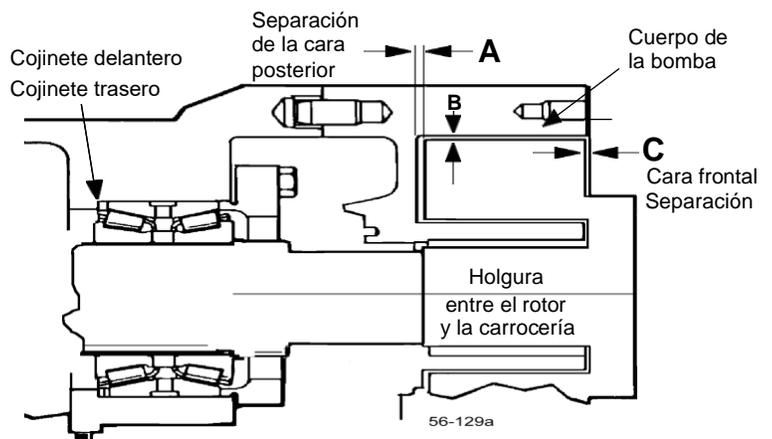

Ilustración 64 - Medidas de despeje
- Con galgas, mida el despeje de la cara trasera del rotor (Ilustración 64, elemento A), hasta el puerto o desde el frente.
- Mida el despeje de la cara frontal del rotor (Ilustración 64, elemento C).
- Mida el despeje desde el rotor hasta el cuerpo (Ilustración 64, elemento B).